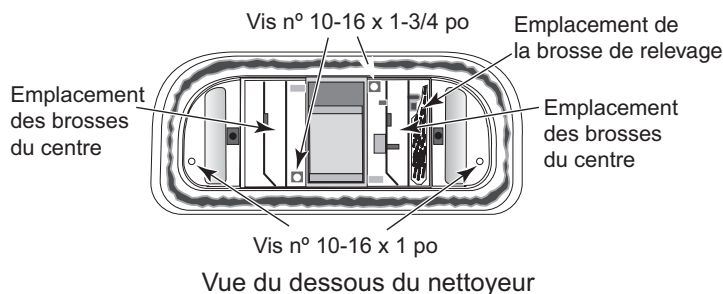

Figure 33
8. Reposer le corps inférieur dans le protecteur. Faire tenir la tête du nettoyeur en place à l'aide des 4 vis (2 longues, 2 courtes - **Figure 33**).